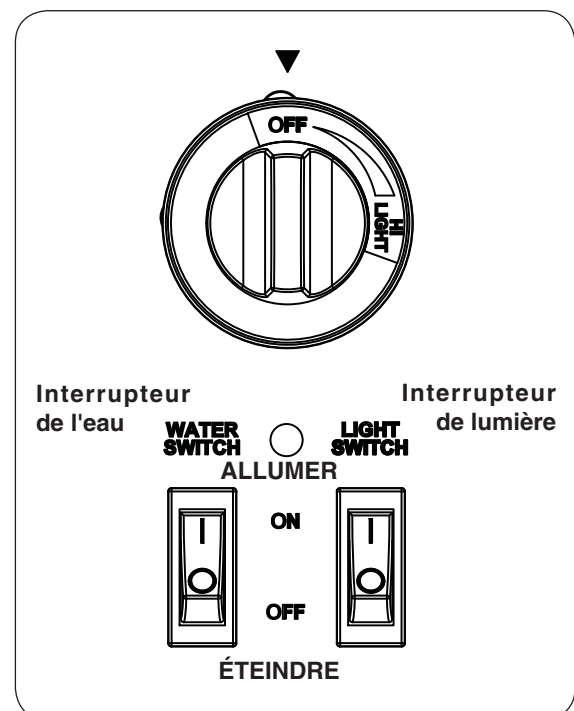

Fig. 34-3 Détail de la boîte de contrôle
Cette touche (et toute la télécommande) ne fonctionne que lorsque le commutateur d'éclairage situé sur le boîtier de commande de l'appareil est en position ON (I). Voir Fig. 34-3.
1. Basculez l'interrupteur de lumière (côté droit de unité) à la position ON (I). Voir Fig. 34-3.